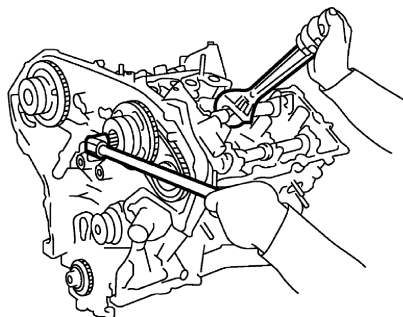

图 3-36 拆卸凸轮轴链轮固定螺栓
② 拆卸凸轮轴链轮(进气和排气)固定螺栓, 如图 3-36 所示。